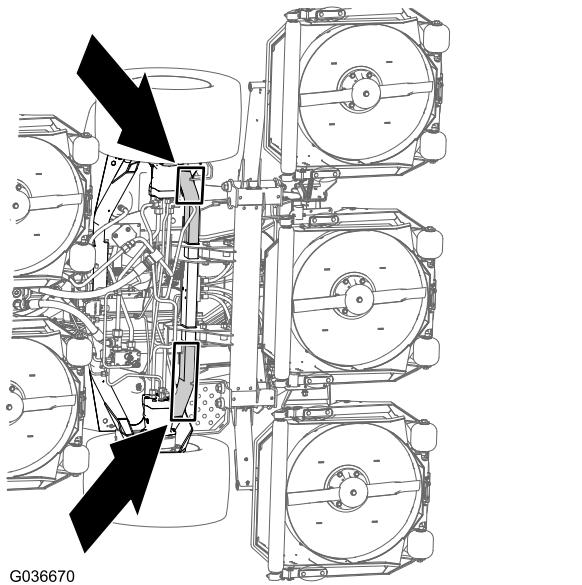

Figura 46
**Parte trasera de la máquina** – en el bastidor de la máquina, hacia delante de los motores de la transmisión de las ruedas (Figura 46)